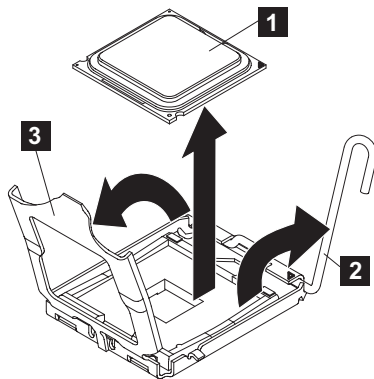

図 257. SAN ボリューム・コントローラー 2145-CG8 または 2145-CF8 のマイクロプロセッサ・ブラケット・フレームを開く
1. マイクロプロセッサを挿入するための準備としてソケットを開くには、マイクロプロセッサを取り外すときに行ったのと同様に、解放レバー (図 257 の **2**) を下げて外向きに押し、完全に開いた位置で停止するまで、マイクロプロセッサ解放レバーを持ち上げます。